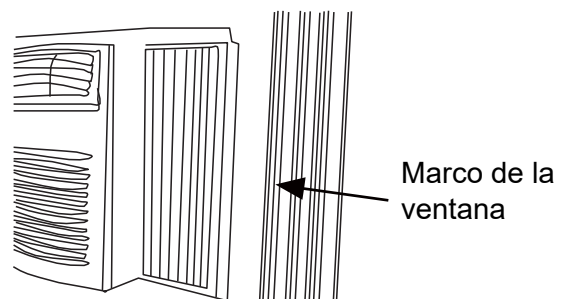

Figura 6
B. Extienda los paneles laterales contra el marco de la ventana (Figura 6).